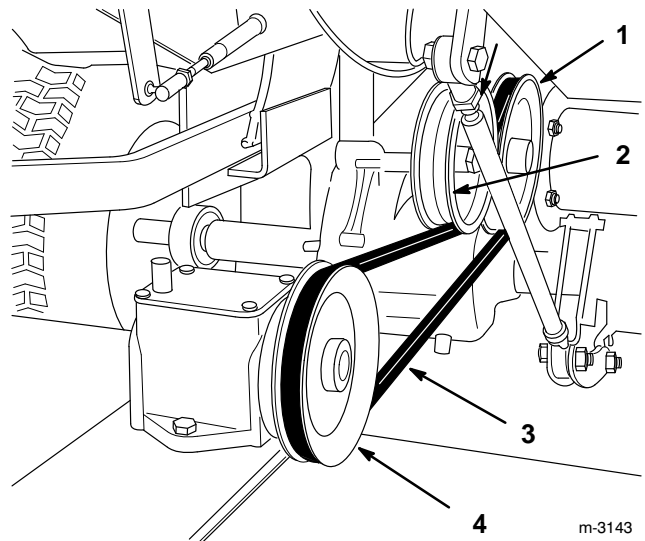

Figure 21
4. Mettre en place la nouvelle courroie de transmission autour de la poulie motrice de l'unité de traction, sur le galet tendeur et autour de la poulie de la boîte d'engrenages (Fig. 21).
4. Retirer l'écrou de fixation de la poulie sur l'axe de lame. Retirer la poulie de l'axe, ce qui permet d'enlever aussi l'axe de son logement (Fig. 21).
5. Retirer les boulons et écrous de fixation du logement de l'axe et de la bague de support à l'unité de coupe. Glisser l'ensemble d'axe hors de l'unité de coupe, par le bas (Fig. 21).
7. Replacer l'entretoise et les roulements dans le logement de l'axe de lame. S'assurer que le côté ouvert des roulements est tourné vers le centre, et que le trou de l'entretoise est en regard de la rainure de l'axe (Fig. 21).
8. Monter l'axe dans son logement. Contrôler si les roulements et l'entretoise sont correctement placés sur l'axe (Fig. 21).
9. Insérer l'extrémité de l'ensemble d'axe côté dans le trou de l'unité de coupe. Fixer l'ensemble d'axe en position à l'aide de la bague de support, des boulons et des écrous enlevés précédemment (Fig. 21).
10. Insérer la poulie sur l'axe de lame, et la fixer à l'aide d'un écrou de blocage (Fig. 21) serré à 100-120 ft-lb (135 à 162 N•m). Faire tourner l'axe pour s'assurer qu'il peut tourner librement.